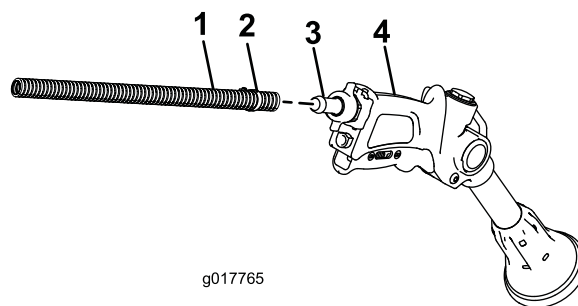

Bild 15
2. Schließen Sie das freie Ende des langen Schlauches am Anschlussstück an der Spritzpistole an (Bild 15).